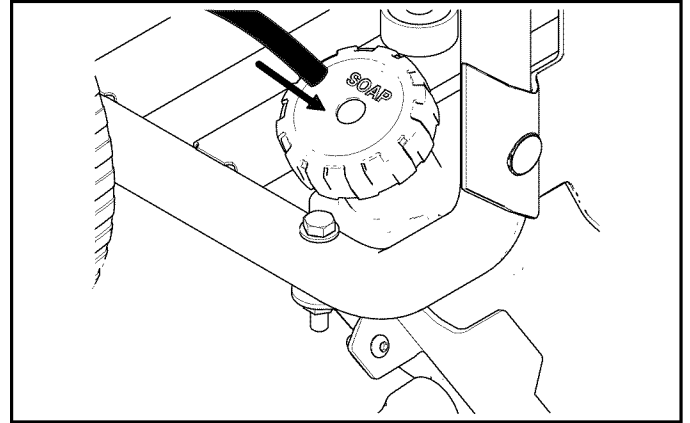

Figure 4-23. Installer le tube de siphonnement
4. Insérez le filtre à l'extrémité du tube de siphonnement à travers le trou dans le bouchon du réservoir à produits chimiques (Figure 4-23).